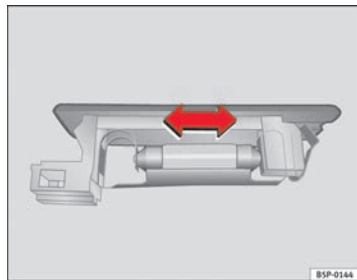

Fig. 177 Luz do porta-bagagens
- Pressionar a lâmpada lateralmente e extraí-la do alojamento ⇒ fig. 177.